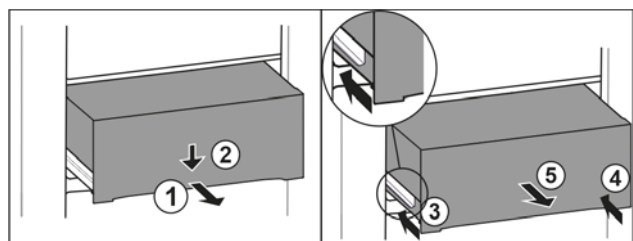

Fig. 104
- Вытяните выдвижной ящик наполовину. Fig. 104 (1)
- ▶ Вдавите выдвижной ящик в передней части вниз. *Fig. 104 (2)*
- ▶ Задвиньте левую направляющую прим. на 2 см. *Fig. 104 (3)*
- ▶ Задвиньте правую направляющую прим. на 2 см. *Fig. 104 (4)*
- ▶ Извлеките выдвижной ящик движением вперед. *Fig. 104 (5)*